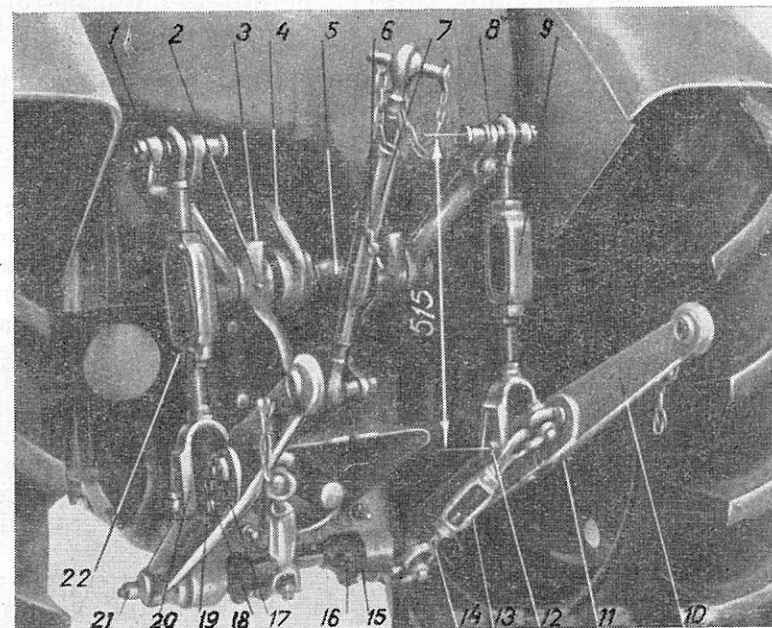

Fig. 63. Mécanisme d'attelage arrière
Le mécanisme d'attelage (fig. 63) sert à accoupler au tracteur des outils agricoles portés et semi-portés.
1) dégoupiller et retirer les doigts 18 (fig. 63) des trous des barres longitudinales.